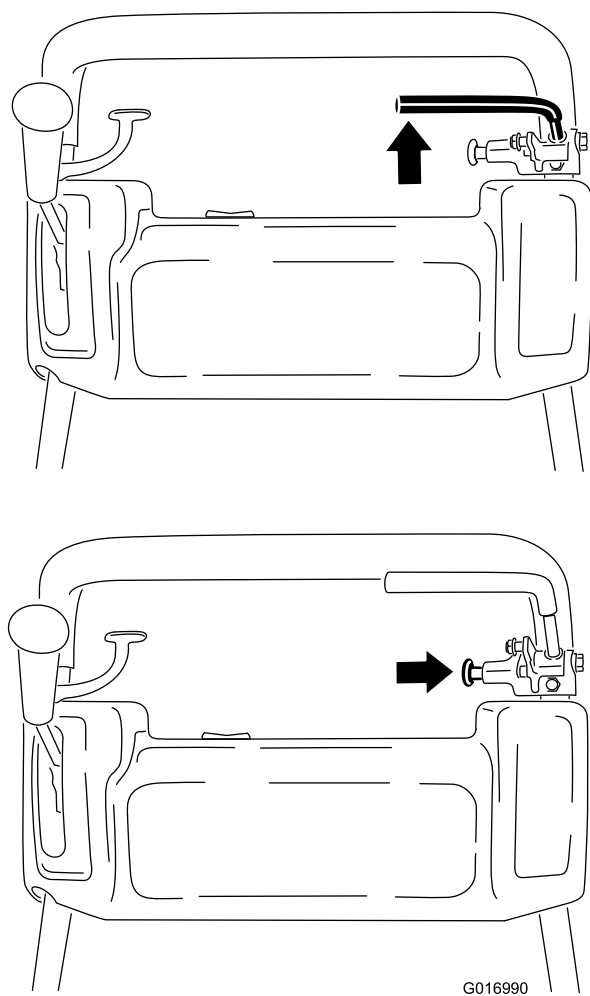

Figura 32
1. Engate o travão de serviço, empurre o manípulo do travão de mão e permita que o travão de serviço apoie no pino do travão de mão (Figura 32).